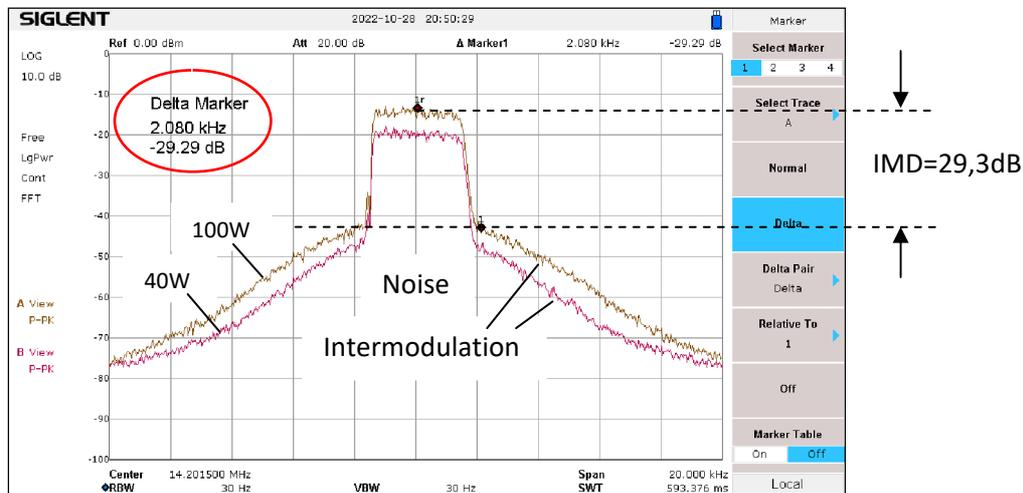

Bild 21: Rauschsignal des Sender bei 100 Watt (gelb) und 40 Watt (violett), 14.2MHz (SSB)
Ebenso lässt sich die belegte Bandbreiten und Intermodulation eines Senders über ein Rauschsignal ermitteln (5). Hierbei wird ein niederfrequentes, weißes Rauschband als Modulationssignal in den Mikrofoneingang eingespeistes und der Sender auf maximale Leistung abgeglichen. Das Resultat der Messungen zeigt Bild 21. Der fast rechteckige Block (Hüllkurve) in der Mitte des Spektrums zeigt die